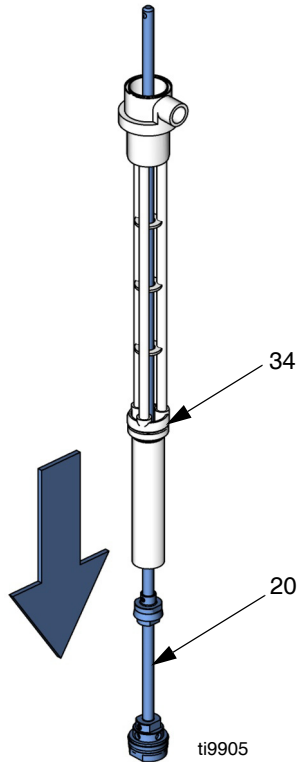

FIG. 19
7. Estrarre l'albero di estrazione (20) dal fondo del corpo della pompa (34). Vedere FIG. 19.